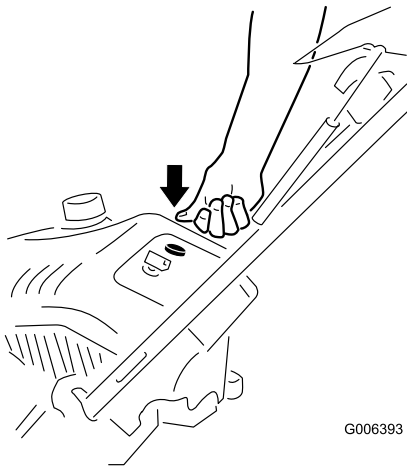

Bild 13
3. Drücken Sie die Kaltstarthilfe dreimal kräftig mit dem Daumen, halten Sie die Kaltstarthilfe jeweils für eine Sekunde gedrückt (Bild 13).